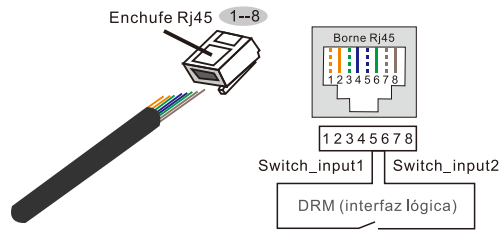

Ilustración 4.28 Retirar la capa de aislamiento y conectar al enchufe RJ45
2. Utilizar el pelacables para pelar la capa de aislamiento del cable de comunicación. De acuerdo con la secuencia de líneas estándar de la Ilustración 4.28, conectar el cable al enchufe de RJ45, y luego usar una herramienta para apretarlo.